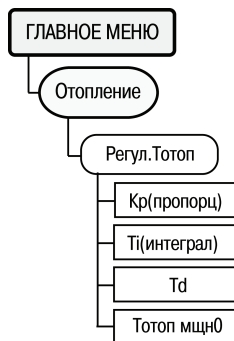

Рисунок 6.16
6.11.29 Для задания параметров, определяющих функционирование регулятора контура отопления, служит пункт меню **//Отопление/Регул.Тотоп** (рисунок 6.16). В этой ветви располагаются параметры ПИД-регулятора, используемые при управлении КЗР отопления с дискретным, либо аналоговым управлением. Коэффициенты могут быть определены автоматически в режиме автонастройки **АНР отопл**.